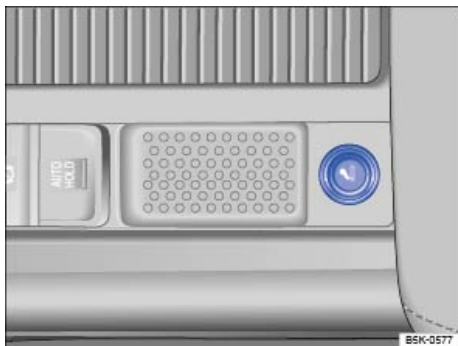

Fig. 161 En la parte inferior de la consola central: encendedor.
- Con el encendido conectado, presione el botón del encendedor hacia dentro ⇒ fig. 161.